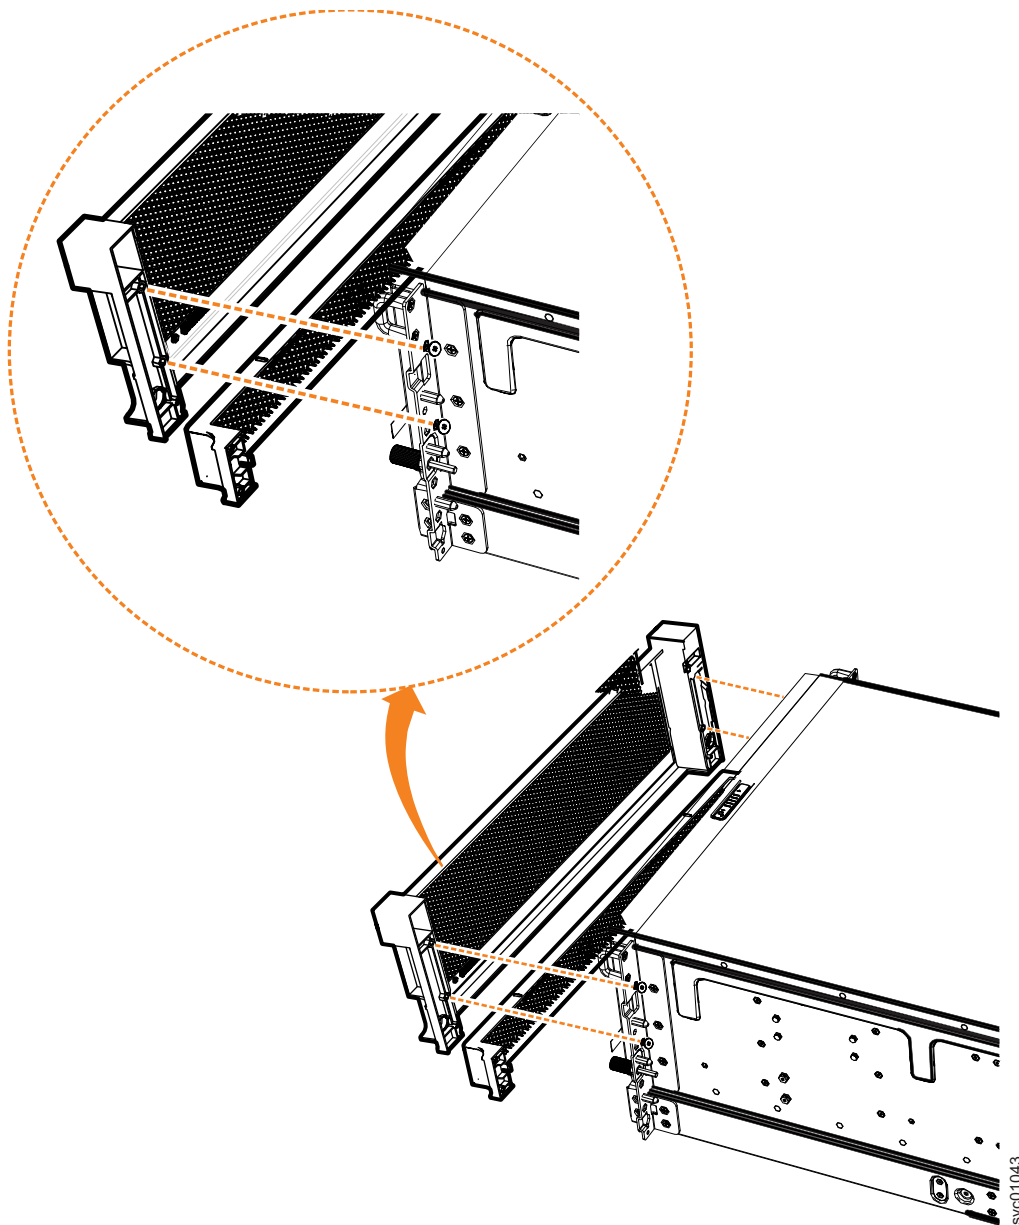

Figura 91. Substitua os componentes da fachada no gabinete de expansão
2. Alinhe a fachada frontal 4U com o gabinete para que os parafusos de orelha passem pelos buracos em cada lado. Conforme mostrado no Figura 91 na página 98, essa ação alinha os orifícios do parafuso na parte traseira da fachada com os orifícios do parafuso no flange frontal do gabinete.
4. Reconecte a fachada 1U inferior que cobre as unidades da fonte de alimentação (PSUs). Alinhe a fachada com o gabinete e empurre-a com cuidado até que se encaixe no lugar no chassi, conforme mostrado em Figura 91 na página 98.